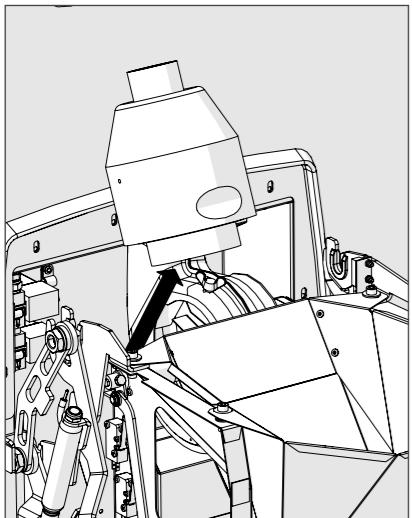

Bild 12
- Ta ut katalysatorrören och katalysatorn (bild 12).